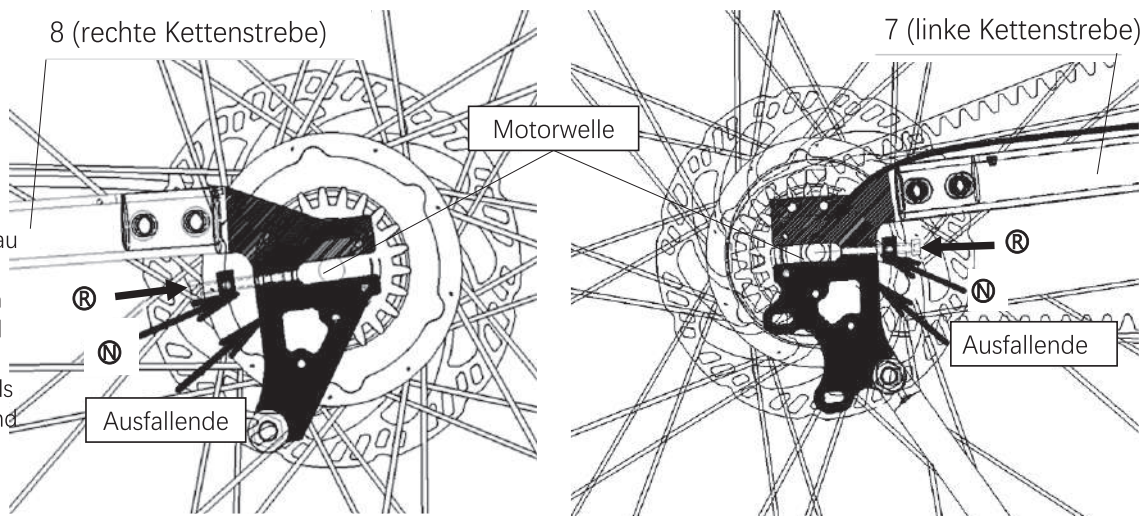

Abb. 32
g. Ziehen Sie die Schrauben ⑧ am linken und rechten Ausfallende mit dem 4mm-Inbusschlüssel so an, dass die Stellschraube das Ausfallende berührt. Der Kontakt hergestellt werden, ohne dass die Schrauben zu fest angezogen werden. Dann genau beobachten und sicherstellen, dass das Ende der Schraube an der Motorwelle anliegt. Sowohl am linken als auch am rechten Ausfallende befindet sich jeweils eine Schraube, die entsprechend bedient werden muss, wie in Abb. 32 gezeigt.